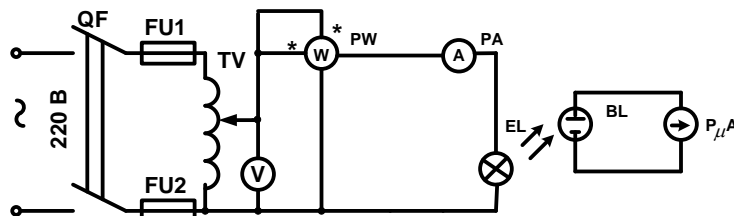

Рис.1.2
2. Собрать электрическую схему (рис.1.2) для снятия электрических и световых характеристик ламп накаливания и ознакомится с внешним видом и схемой люксметра (рис.1.3 и рис.1.4)
2. Собрать электрическую схему (рис.1.2) для снятия электрических и световых характеристик люминесцентной лампы